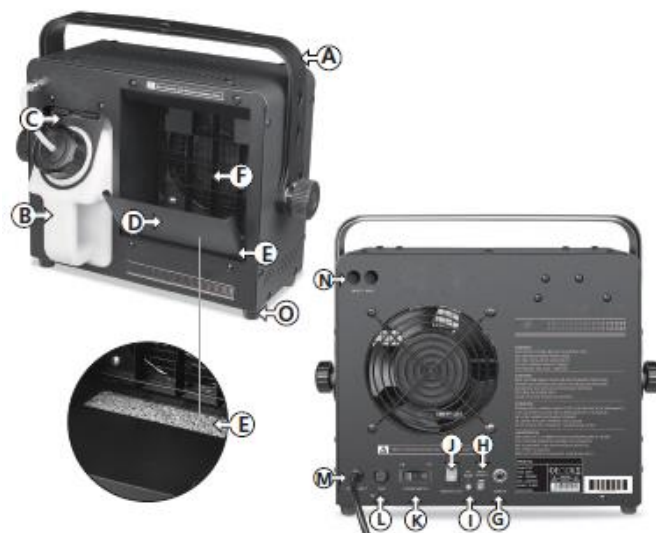

Рисунок 1
5. Подсоедините кабель контроллера к разъему (рисунок 1-G) на задней панели устройства.
1. Надежно подсоедините контроллер дистанционного управления к разъему (Рисунок 1-G) на задней панели устройства.